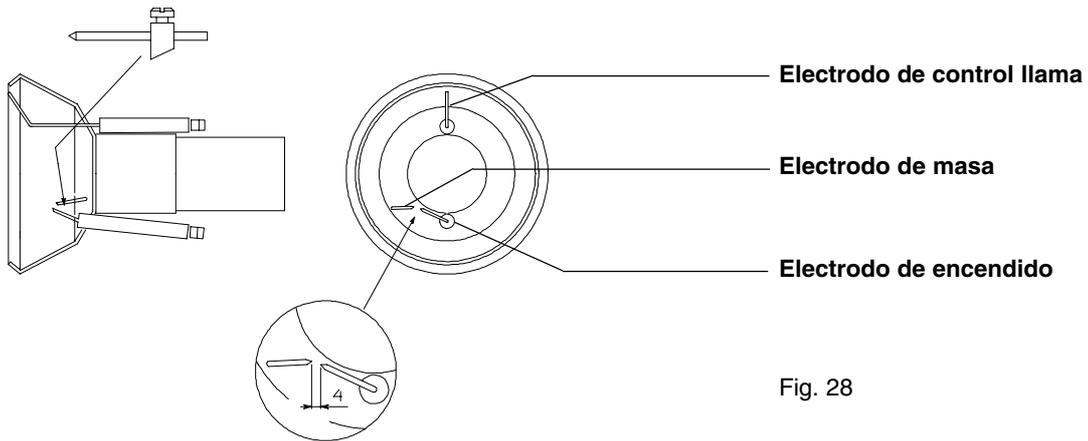

Fig. 28
- Examen electrodos de encendido limpieza, eventual reglaje y si es necesario sustitución (ver fig. 28).
Examen electrodos control llama, limpieza, eventual reglaje y si es necesario sustitución (ver fig. 28). En caso de duda, verificar el circuito de control llama, después de haber puesto otra vez en marcha el quemador, siguiendo el esquema según fig 29.